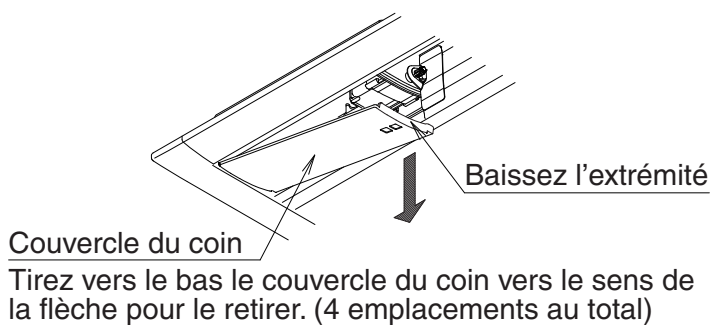

Fig. 16
- Veillez à ne pas endommager la languette du couvercle du coin. **(Reportez-vous aux Fig. 16, 17)**